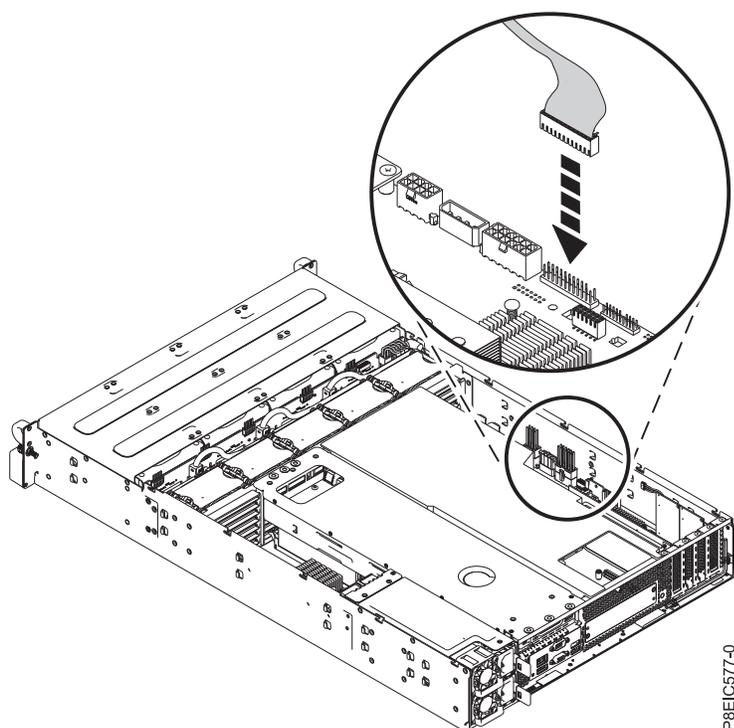

Figura 65. Conexión del cable de control del panel frontal
8. Sustituya el cable de control del panel frontal en la placa posterior del sistema, tal como se muestra en Figura 65.